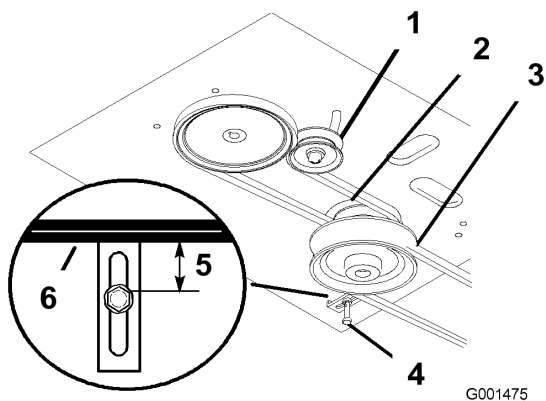

Figura 37
4. Retire la correa del cortacésped (Figura 37).
5. Afloje el perno de pivote lo suficiente para poder desplazar la polea tensora dentro de la ranura, y retire la correa de tracción de las poleas del motor y de la transmisión (Figura 37).
6. Instale la correa nueva alrededor de las poleas del motor y de la transmisión (Figura 37).
7. Desplace la polea tensora respecto al bastidor del motor para tensar la correa de tracción (Figura 37).
8. Instale la correa del cortacésped (Figura 37).
9. Compruebe que la guía de la correa, situada debajo del bastidor del motor, está ajustada correctamente (Figura 37).